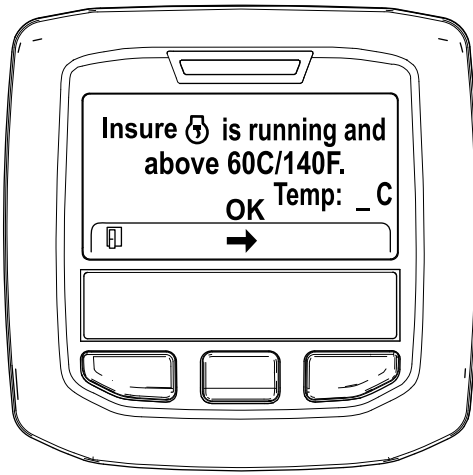

Figure 29
5. Si la température du liquide de refroidissement est inférieure à 60 °C, le message « Insure is running and above 60C/140F » (vérifier que *** fonctionne et est supérieure à 60 °C/140 °F) s'affiche (Figure 29).